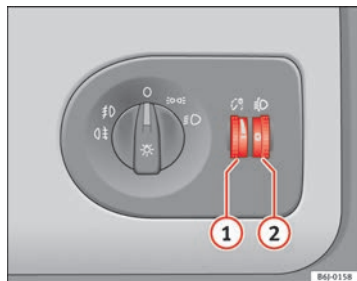

Abb. 55 In der Instrumententafel: Regler für die Instrumenten-/Schalterbeleuchtung und Leuchtweitenregulierung
Bei eingeschaltetem Licht lässt sich die Helligkeit der Instrumenten- und Schalterbeleuchtung durch Drehen des Rändelrades ⇒ Abb. 55 ① stufenlos regulieren.